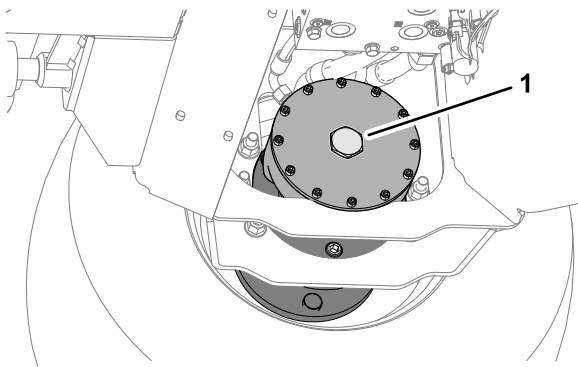

Figura 38
2. Instale o tampão hexagonal na placa da extremidade do motor (Figura 38).
6. Guarde os dois parafusos de 12 x 40 mm e as duas anilhas de 12 mm guardados nas calhas de suporte da plataforma (Figura 38).